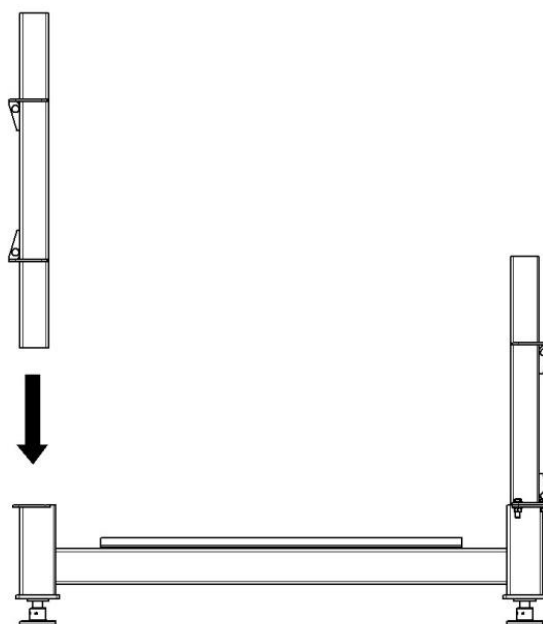

Рис. 7.
3. Установить в нижнюю раму две угловые стойки (рис. 7) и зафиксировать их болтами. Передние стойки пока устанавливать не нужно.